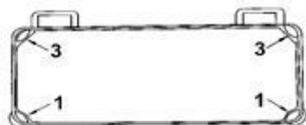

Fig. 1
- 2) Dois apoios de borracha **1** que suportam o lado **A** do cabeçote, estão fixados com pregos **2**, e os outros dois apoios de borracha **3** estão no lado da dobradiça **B**, e são fixados por um adesivo. Em seguida, o reservatório de óleo **4** é colocado (Fig. 1 e 2).